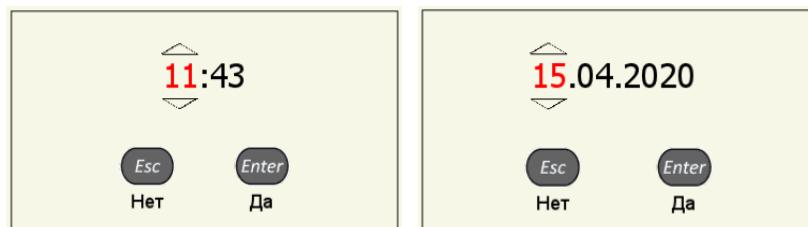

Рисунок 21
- в открывшемся окне редактирования (рисунок 21) клавишами выбрать разряд для редактирования;